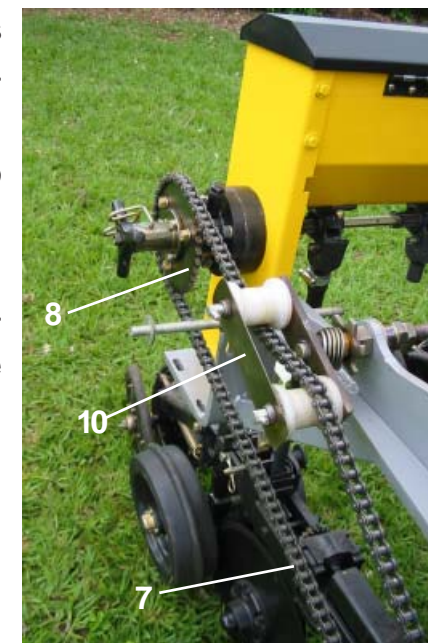

FIGURAS 27
3 - Fixe o depósito de sementes finas (4) na parte traseira da semeadora através dos suportes (5) com os parafusos, arruelas e porcas (6). **Figuras 27.**